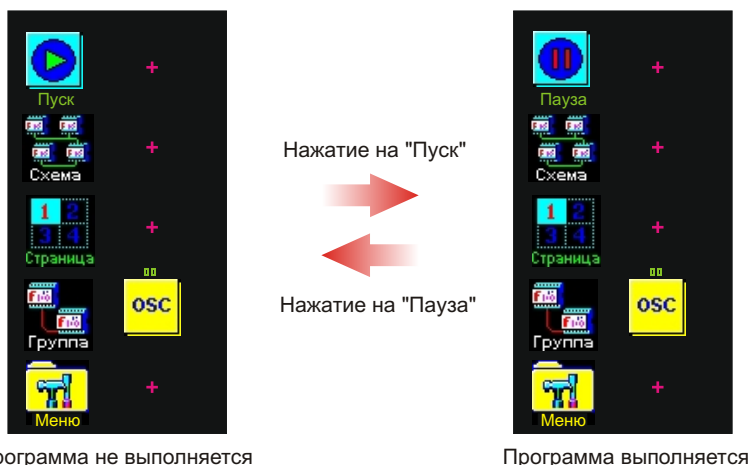

Рис. 15. Меню "Процесс", пуск и остановка выполнения программы.
8.3 В левом вертикальном ряду меню кроме пиктограмм **Группа, Страница и Схема**, выполняющих описанные выше функции (п. 7.3.3), находится пиктограмма **Пауза** или **Пуск** (в зависимости от текущего состояния программы). В исходном состоянии (программа не выполняется) индицируется пиктограмма **Пуск**, указывающая на то, что для пуска программы необходимо выбрать данную пиктограмму. При ее нажатии начинается выполнение программы, а на ее месте появляется пиктограмма **Пауза**, нажав на которую выполнение программы прекращается (Рис. 15).